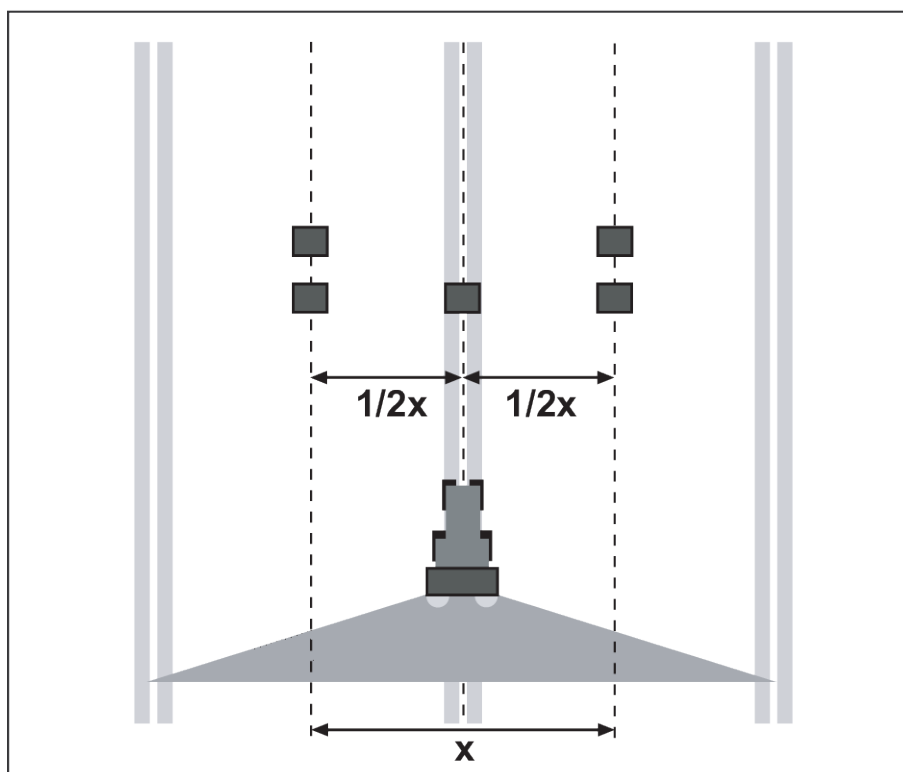

Fig. 51: Oppstilling for én passering
- ▶ Still opp 2 fangskåler med en avstand på **1 m** bak hverandre i overlappingsområdene (mellom kjørebanelene) og en fangskål i kjørebanelen (tilsvarende Fig. 51).